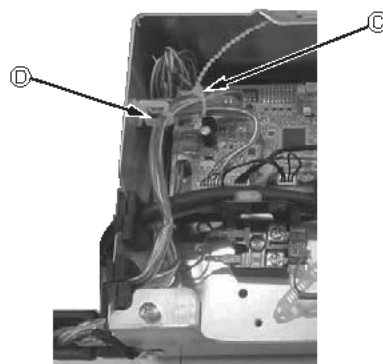

Fig. 10-14
- Placer de overskydende dele af i-See-sensorens og signalmodtagerens tilslutningsledninger i ledningsklipsen i boksen med elektriske komponenter som vist i diagrammet, og fastgør ledningerne sammen med beslaget (Fig. 10-14)